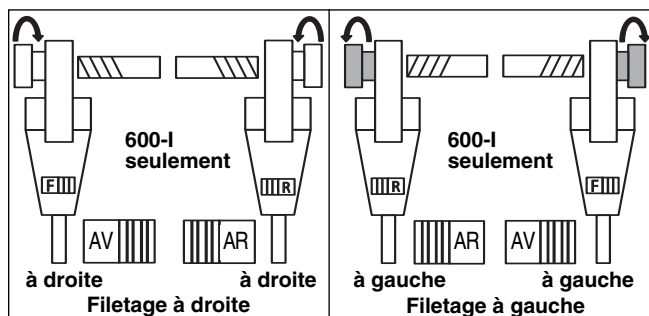

Figure 10 – Position de l'inverseur vis-à-vis du sens de rotation de la tête de filière
7. Positionnez l'inverseur de rotation selon le sens de filetage (à droite ou à gauche) voulu (*Figure 10*).